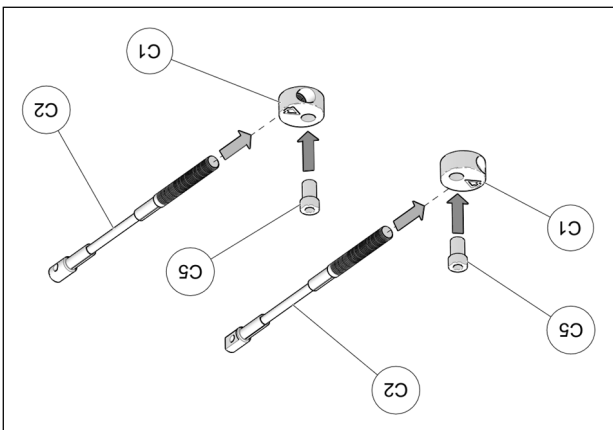

Fig. 16
9. Assembler les câbles des limiteurs de conduite (C2), les extrémités en aluminium (C1) et les bagues espacateurs (C5) tel que montré à la Fig. 16